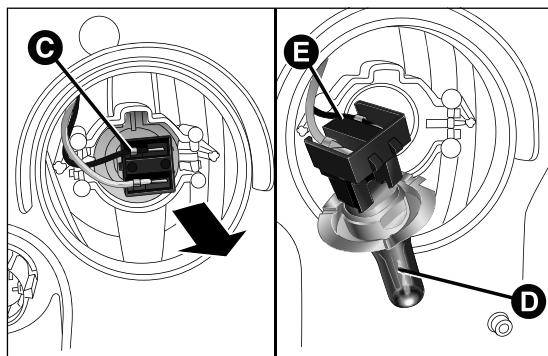

fig. 163
- ☐ quitar el grupo conector + portalámparas C fig. 163 extrayéndolo hacia el exterior;